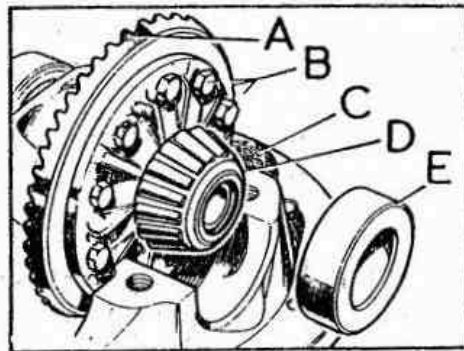

Fig. E -50 Conjunto de corona
- 6.08. Mantener en posición las pistas exteriores de los cojinetes del diferencial y colocar el conjunto diferencial y corona sobre el cárter del piñón de ataque (Fig. E -50).